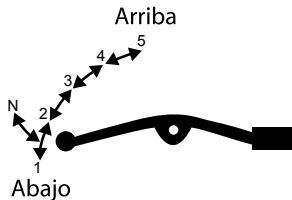

Imagen 36. Cambio de velocidades.
4. Meter la primera velocidad oprimiendo el pedal de cambio de velocidades (ver imagen 36).
- Seguir el mismo proceso para meter el siguiente cambio de velocidad (ver imagen 36).